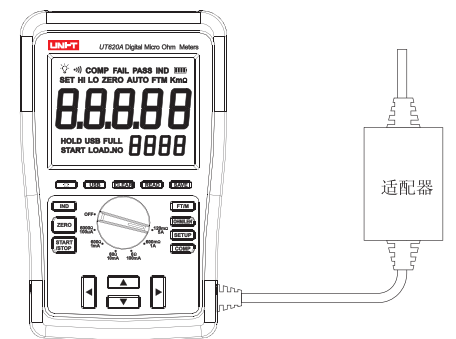

图 4
2. 将适配器输入插头插入仪表电源适配器输入插孔如图4连接，